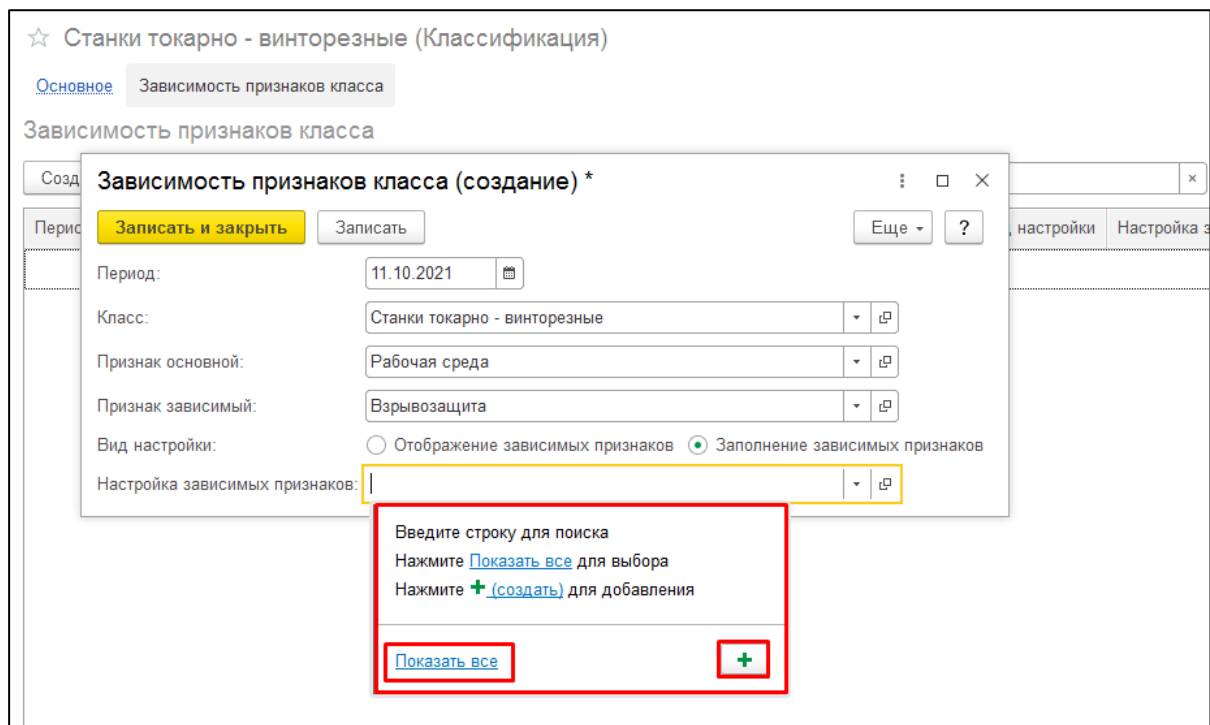

Рисунок 49. Настройка зависимых признаков
- «**Настройка зависимых признаков**» - выбрать значение признака или добавить необходимую для настройки информация, выбрать из справочника «Настройки зависимости признаков» (см. Рисунок 49).